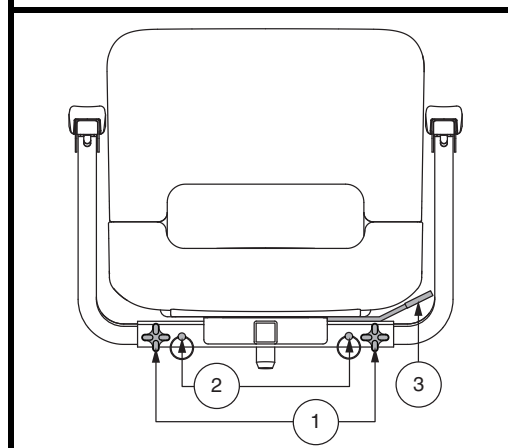

Figura 18. Regolazioni del sedile
La leva di rotazione del sedile, ubicato sulla destra della base del sedile, può essere usato per bloccare il sedile in diverse posizioni. Vedere figura 18.
1. Allentare le manopole di regolazione del bracciolo. Vedere figura 18.